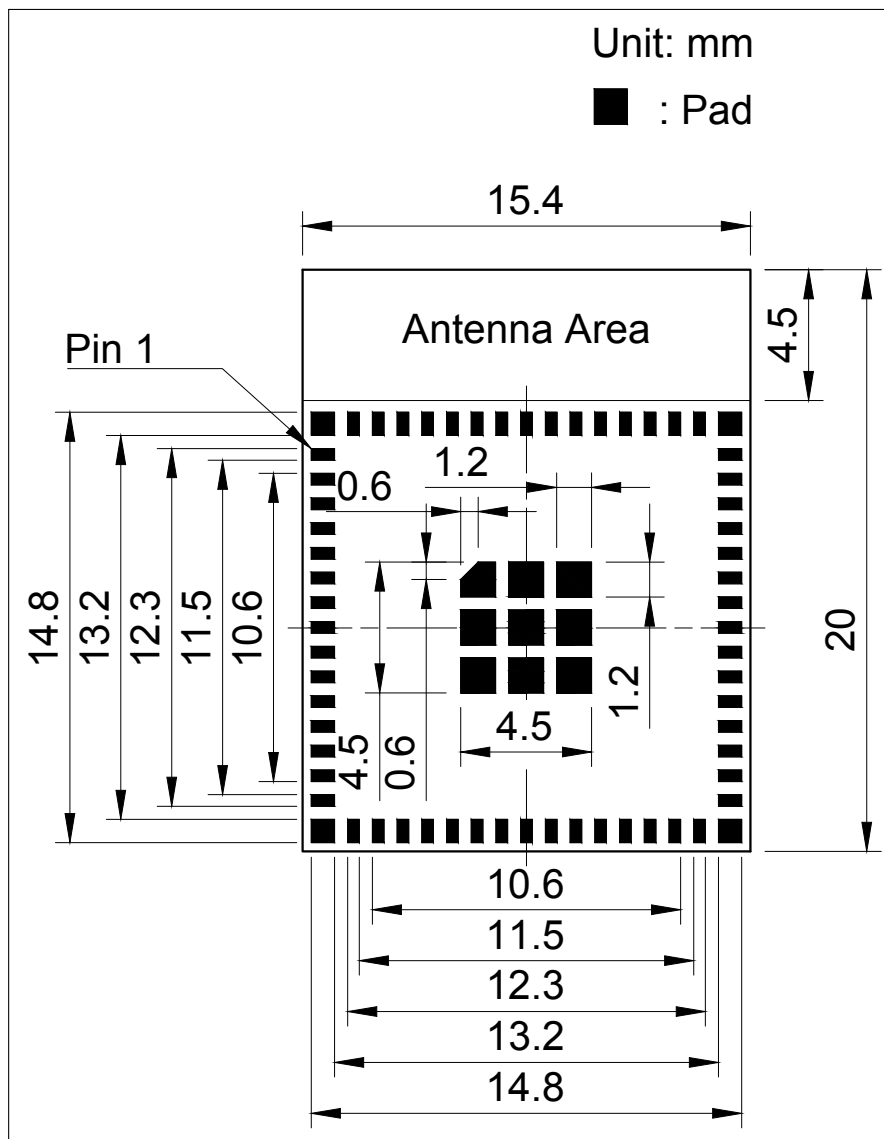
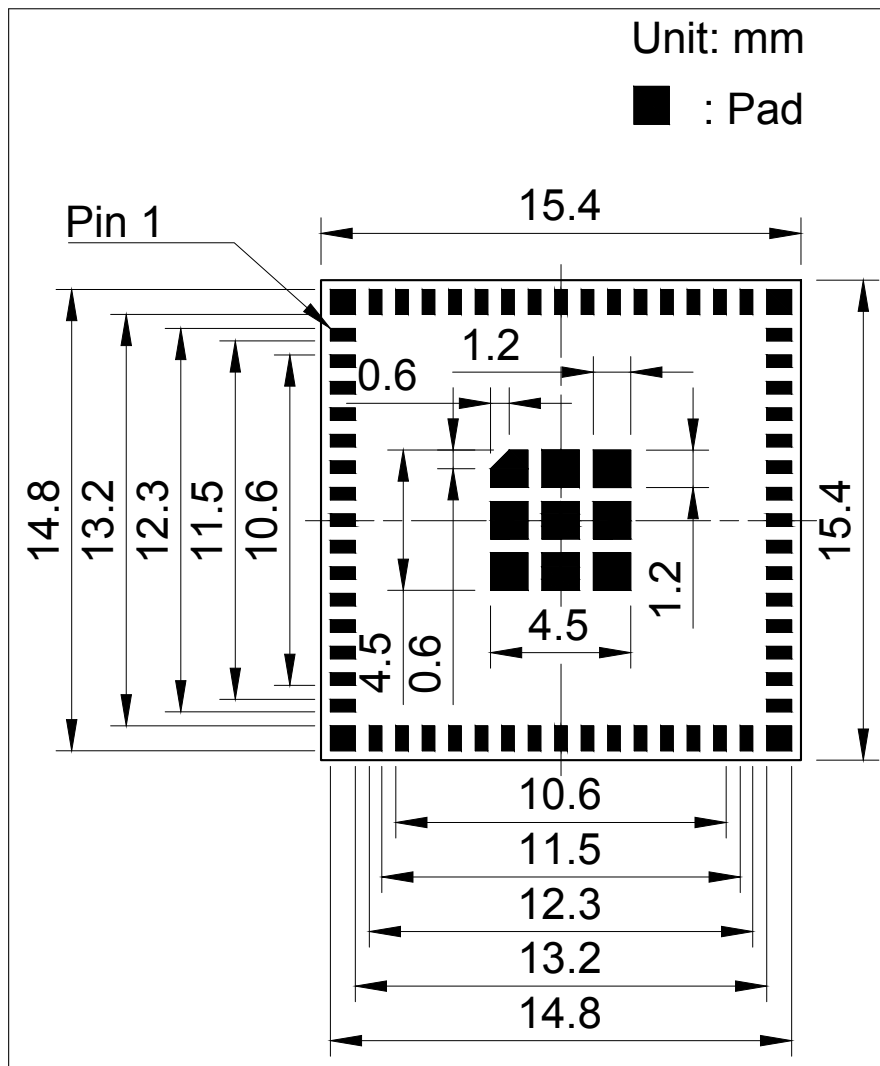

图 10: ESP32-S2-MINI-1 推荐 PCB 封装图形
图 11: ESP32-S2-MINI-1U 推荐 PCB 封装图形
- 推荐 PCB 封装图，标有 PCB 设计所需的全部尺寸。详见图 10 *ESP32-S2-MINI-1 推荐 PCB 封装图形* 和图 11 *ESP32-S2-MINI-1U 推荐 PCB 封装图形*。
- 推荐 PCB 封装图的源文件，用于测量图 10 和 11 中未标注的尺寸。您可用 Autodesk Viewer 查看 ESP32-S2-MINI-1 和 ESP32-S2-MINI-1U 的封装图源文件。